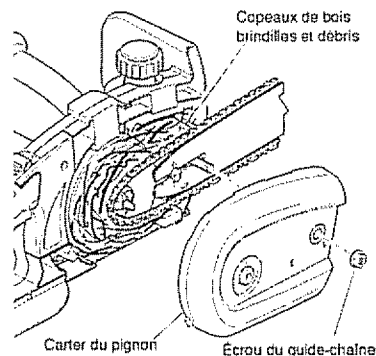

Figure 10 - Retrait du couvercle du pignon et élimination des débris
- 2 Dévisser et retirer l'écrou du guide-chaîne (voir la Figure 10)